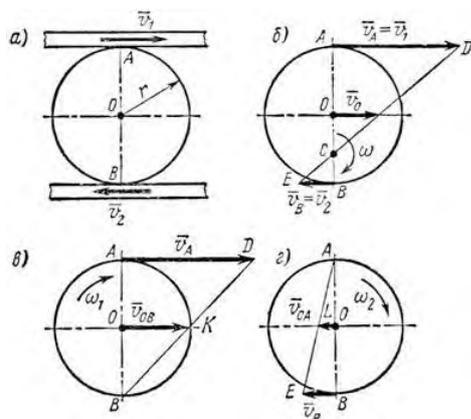

Рисунок 22
1. Две параллельные рейки (рис. 22, а) движутся в противоположные стороны с постоянными скоростями $V_1 = 8$ м/с и $V_2 = 2$ м/с. Между рейками зажат диск радиусом $r = 0,5$ м, катящийся по рейкам без скольжения.